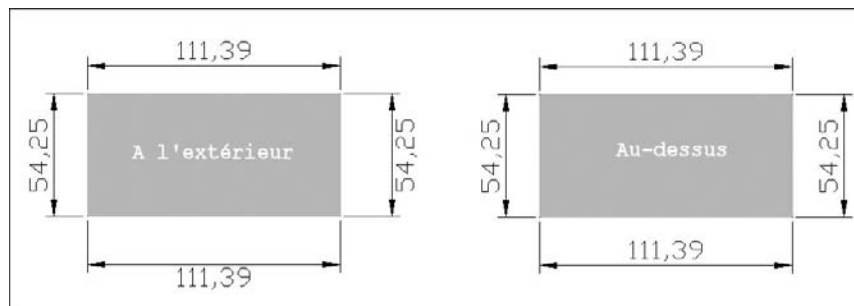

Fig.9.11
- Dans la section **Position du texte** (Text Placement), contrôler la position du texte de la cote le long de la ligne de cote via les champs **Vertical** et **Horizontal** (fig.9.11).